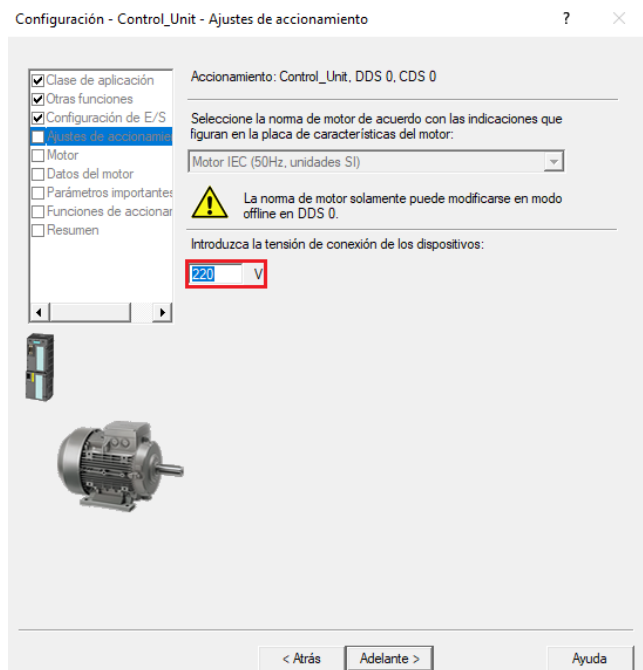

Figura 30: Ajustes de accionamiento.
- En la siguiente ventana “Ajustes de accionamiento”, seleccionar la norma del motor “**Motor IEC (50Hz, unid. SI)**”, y en el apartado “Introduzca la tensión de conexión de los dispositivos”, introducir la tensión de “**220**” (ver Figura 30). Luego presionar el botón “Adelante”.